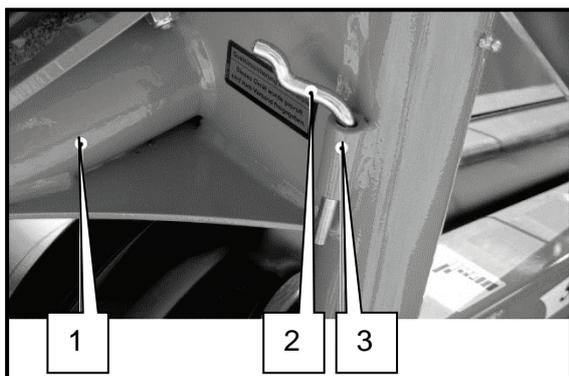

Fig. 128 Almacenamiento de la llave
- Retire la llave (Fig. 128) de su soporte.